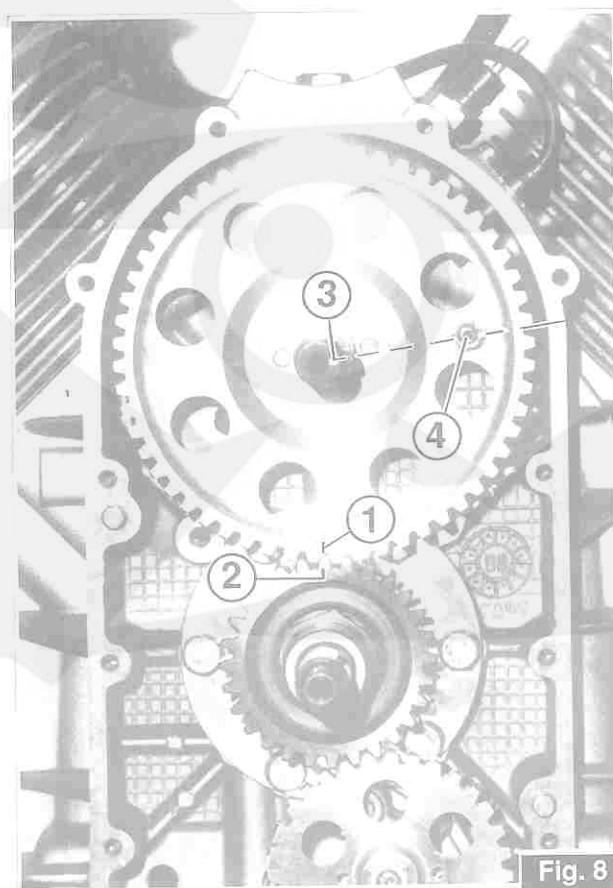

Fig. 8
- I riferimenti di fase tra l'ingranaggio sull'albero motore e l'ingranaggio sull'albero di servizio sono evidenziati dalle frecce «1» e «2»; (fig. 8).
- The timing references between the gear on the engine shaft and the gear on the service shaft are indicated with the arrows «1» and «2» (fig.8).